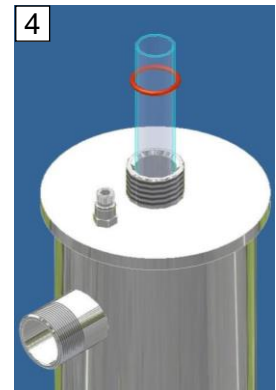

Abb. 15: O-Ring
- Den O-Ring (Abb. 15) vorsichtig über dem Quarzrohr anbringen.